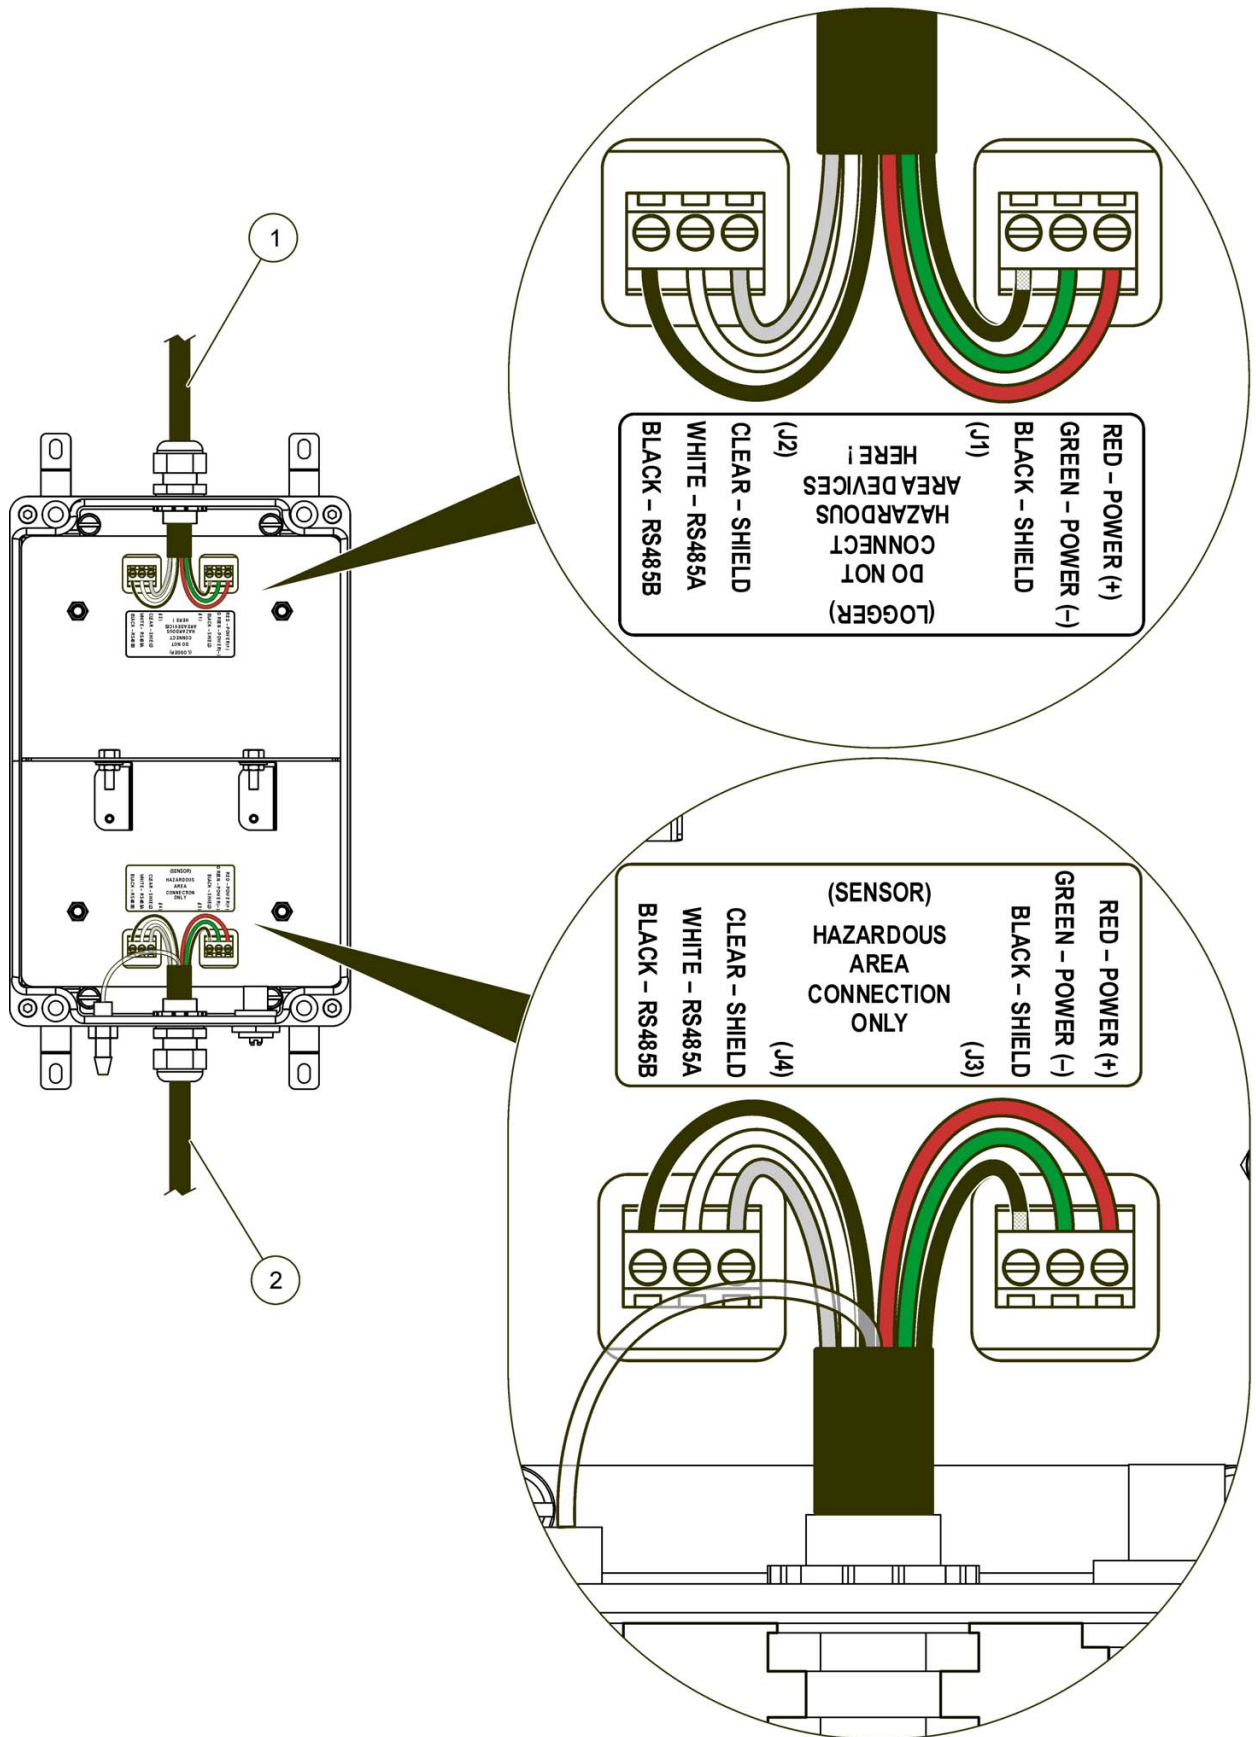

Figura 3 Cablaggio del dispositivo di protezione
2. Inserire il cavo dal sensore Flo-Dar attraverso il raccordo del fermacavo sul lato del dispositivo di protezione con l'etichetta dell'area pericolosa (Figura 3 a pagina 13). Serrare il fermacavo.
3. Se il sensore Flo-Dar dispone del componente opzionale SVS inserire il cavo dal sensore SVS tramite il raccordo del fermacavo sul lato del secondo dispositivo di protezione con l'etichetta dell'area pericolosa (Figura 3 a pagina 13). Serrare il fermacavo.
5. Installare i cavi nei terminali J3 e J4 come mostrato nella Figura 3 a pagina 13. Tirare leggermente dopo ogni inserimento per verificare che il collegamento sia stato effettuato in modo corretto.
6. Installare il tubo dell'aria dal cavo del sensore nel raccordo dell'alloggiamento del dispositivo di protezione come mostrato nella Figura 3 a pagina 13.
7. Inserire il cavo dal registratore o dal controller tramite il raccordo del fermacavo sull'altro lato del dispositivo di protezione (Figura 3 a pagina 13). Serrare il fermacavo.
9. Installare i cavi nei terminali J1 e J2 come mostrato nella Figura 3 a pagina 13. Tirare leggermente dopo ogni inserimento per verificare che il collegamento sia stato effettuato in modo corretto.